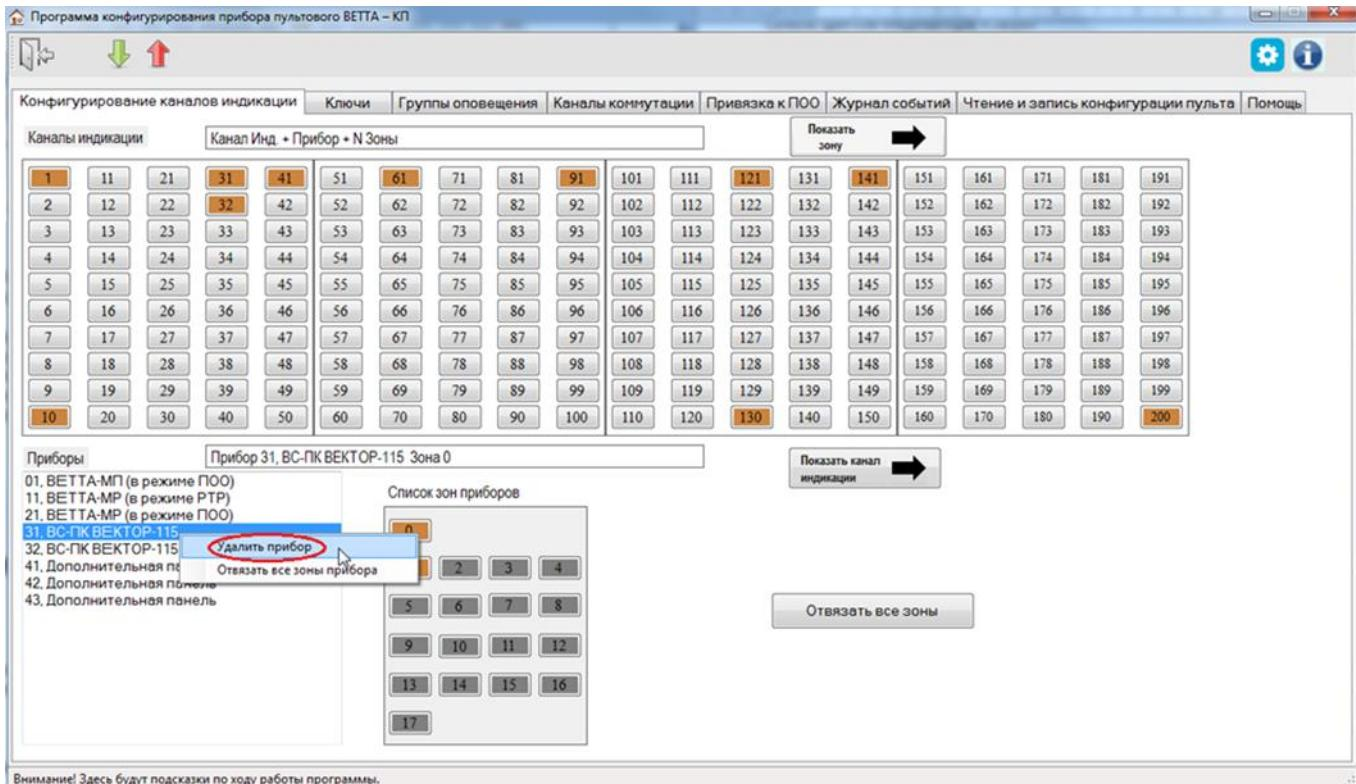

Рис. 30. Отвязка устройства от ОКП
- 7) После завершения чтения текущей конфигурации и запуска основного окна программы-конфигуратора, перейдите на вкладку «Конфигурирование каналов индикации» (Рис. 30).
9) Активируйте, правой кнопкой мыши, контекстное меню и выберите пункт «Удалить прибор» (см. Рис.30).